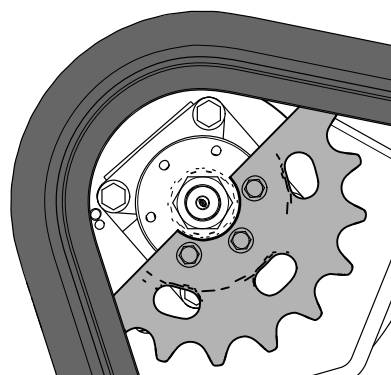

Figura 63
11. Spostate in avanti il comando della trazione fino a quando l'altra metà della ruota conduttrice non è innestata nel cingolo (Figura 63).